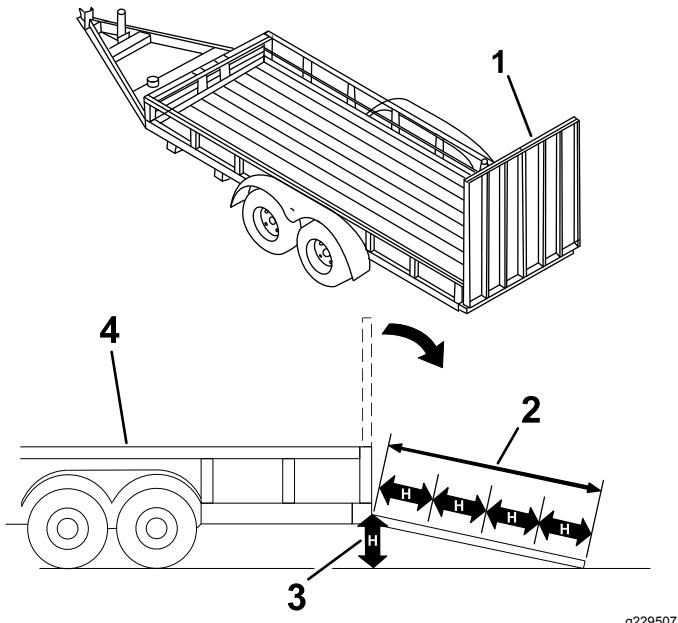

Figure 28
Le chargement de la machine sur une remorque ou un camion augmente le risque de basculement et donc de blessures graves ou mortelles (Figure 28).
3. Abaissez la rampe (Figure 28).